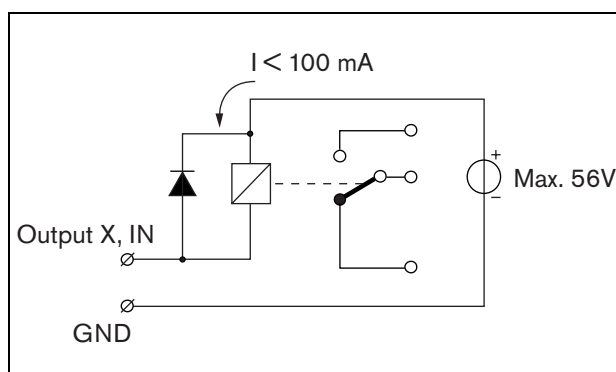

Abb. 18.11: Relais mit externer Stromversorgung
- Relais mit externer Stromversorgung. Siehe Abb. 18.11 für ein Anschlussschaltbild.